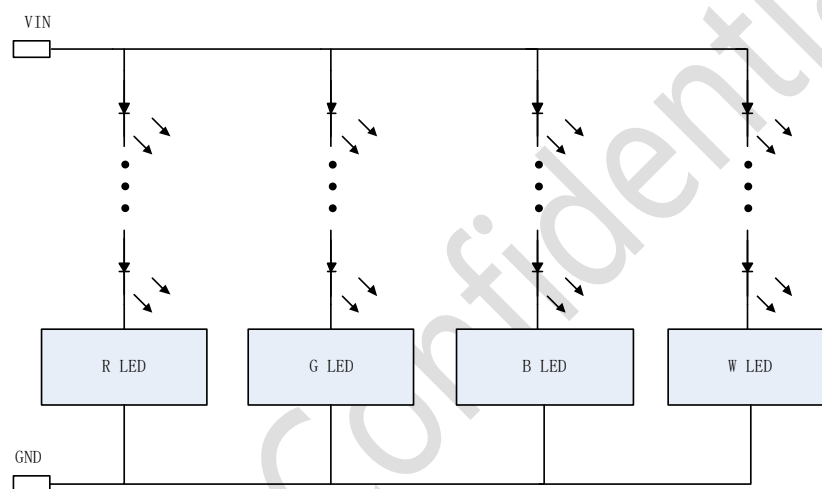

图 11-1 四路共阳连接电路示意图
4. 当 Hi7020 系统工作在 RGBW 并联工作时，多路系统与 LEDs 模组连接推荐共阳布线，示意图见图 11.1；